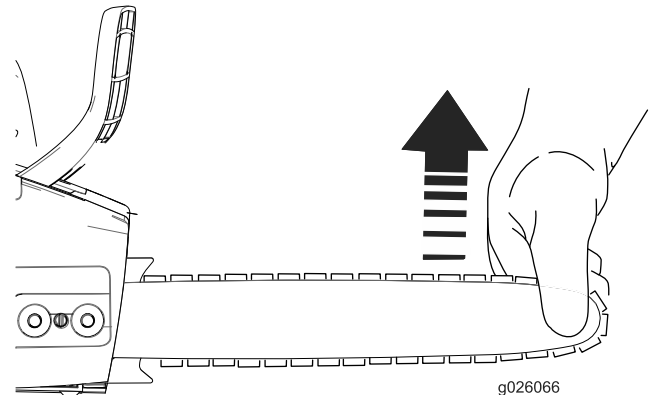

Figura 30
3. Levante la punta de la espada (Figura 30).